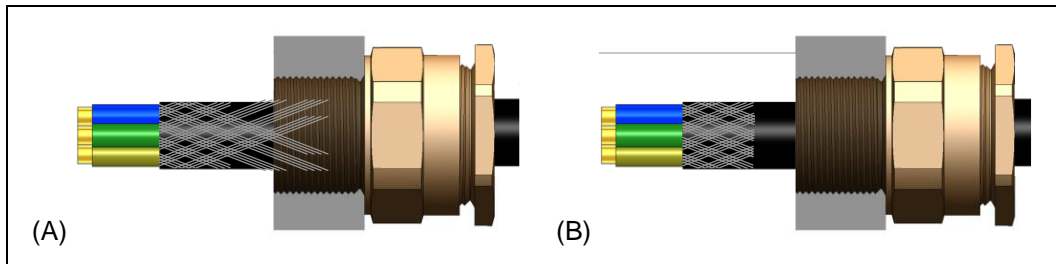
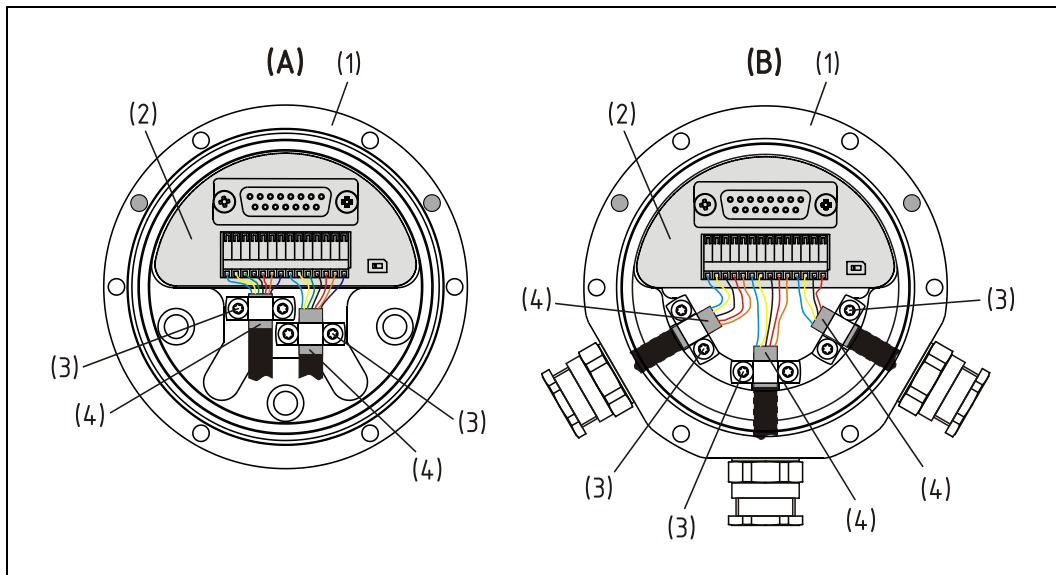

图 11：带插入电缆的电缆接头
图 12：带有轴向 (A) 和径向 (B) 电缆接头的连接罩
将带屏蔽网的电缆穿过电缆接头到达所需的位置 (A)，首先用手拧紧密封螺母(4)，直到当密封件包裹电缆时感觉到电阻为止。最后，用扳手将密封螺母再拧紧一圈。切割屏蔽网，使屏蔽网在终端位置上仅位于电缆夹的夹紧区域中，参见图 11 (B) 和图 12。